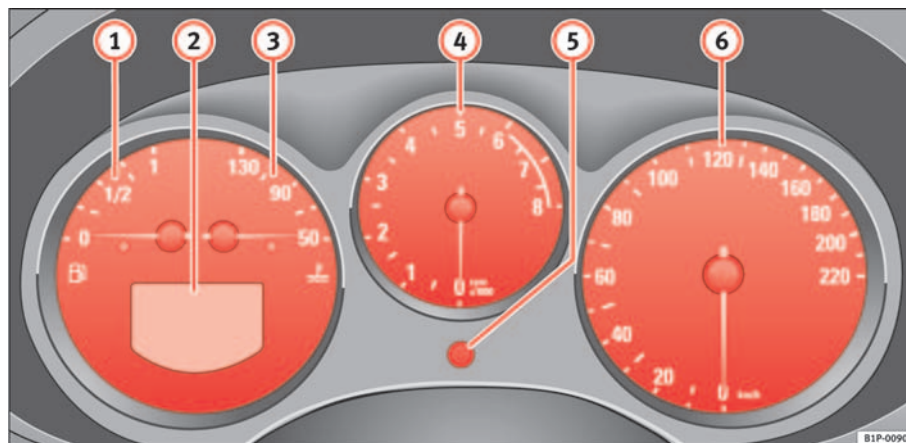

Fig. 33 Detalle del tablero de instrumentos: cuadro de instrumentos
El principio de la zona roja $\Rightarrow$ página 58, fig. 33  indica el régimen máximo de revoluciones del motor funcionando a temperatura de servicio. Antes de alcanzar dicha zona se debe cambiar a una marcha más larga, colocar la palanca selectora en D o levantar el pie del acelerador.
- Para ajustar las horas, gire el botón $\Rightarrow$ página 58, fig. 33  hacia la izquierda hasta el tope. Si gira el botón brevemente hacia la izquierda, se avanza una hora.
El contador derecho registra los recorridos cortos. La última posición indica tramos de 100 m. El contador para recorridos cortos puede ponerse a cero presionando el botón de puesta a cero ⇒ página 58, fig. 33 ⑥.